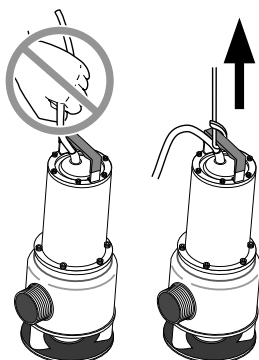

Figure 1
**⚠ AVERTISSEMENT** **Risque de secousses électriques. Les secousses électriques peuvent brûler, voire tuer.** Ne pas lever la pompe par son cordon électrique. Se reporter à la rubrique «Pour lever la pompe» et à la Figure 1.